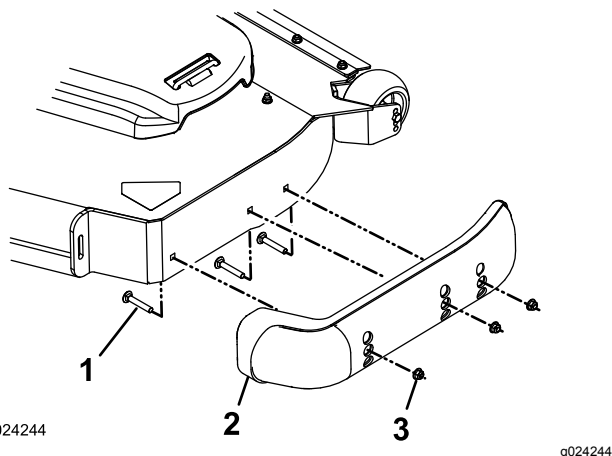

Figura 29
3. Togliete i bulloni a testa tonda e i dadi da ciascun pattino (Figura 29).